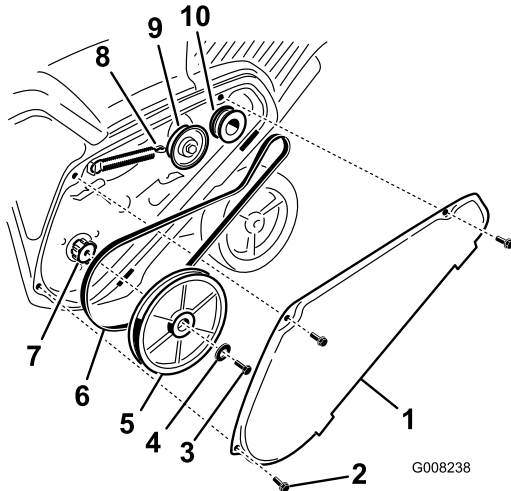

Figure 37
1. Enlevez le couvercle de la courroie d'entraînement après avoir retiré les 3 boulons comme montré à la Figure 37.
2. Débranchez le ressort de frein du bras de la poulie de tension pour détendre la courroie (Figure 37).
3. Enlevez la vis et la rondelle bombée qui retiennent la poulie de rotor (Figure 37).
4. Retirez la poulie de rotor et la courroie d'entraînement (Figure 37).
**Remarque:** Acheminez la courroie neuve autour de la poulie du moteur, puis de la poulie de tension, et enfin autour de la poulie de rotor desserrée, située juste au-dessus de l'arbre de rotor (Figure 37).
6. Montez la poulie de rotor sur l'arbre de rotor (Figure 37).
7. Montez la rondelle bombée et le boulon de fixation de la poulie de rotor, et serrez-les solidement (Figure 37).